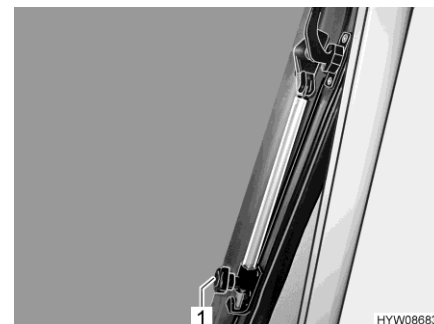

Bild 39 Dreh-Aussteller (Dachhaubenfenster)
- Dachhaubenfenster bis zur gewünschten Stellung öffnen und mit Rändelknopf (Bild 39,1) feststellen.
- Rändelknopf (Bild 39,1) drehen, bis Arretierung freigegeben wird.